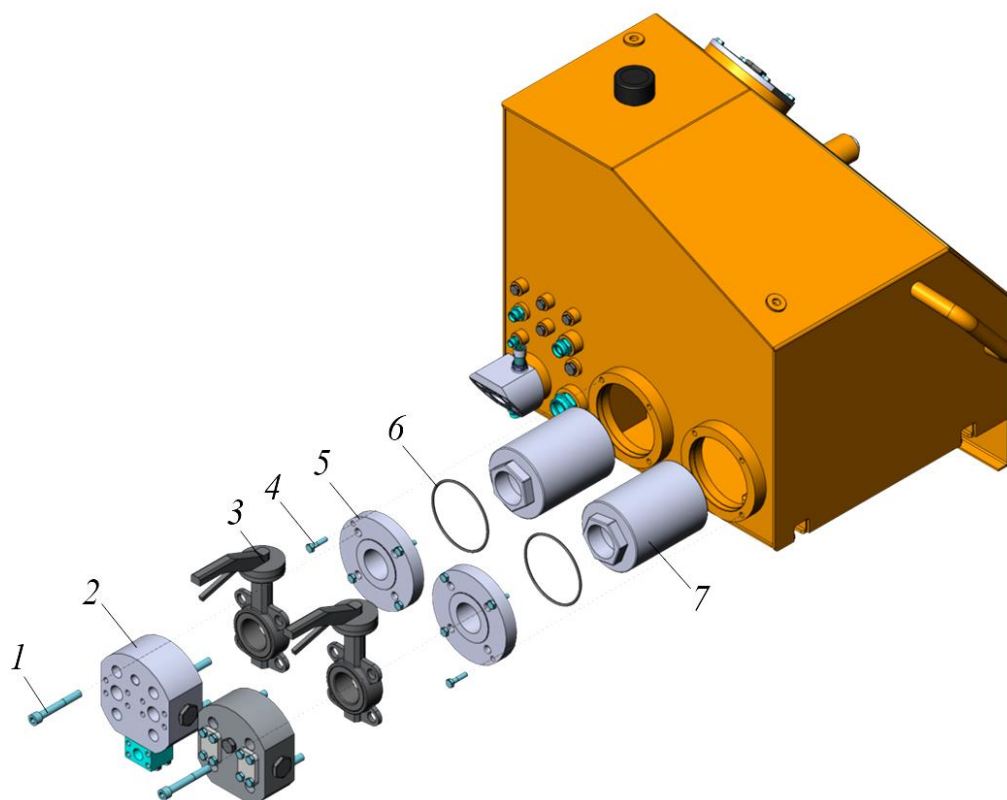

Рисунок 5.54. Процедура замены фильтра в линии всасывания
- ▶ Шестигранником  на 12 отвернуть крепежные винты 1 распределительных плит 2, рис. 5.54.
- ▶ Последовательно отвести в сторону распределительные плиты 2 с дисковыми затворами 3, обеспечив доступ к фланцам 5, рис. 5.54.
- ▶ Демонтировать фланцы 5 вместе с фильтрами 7, рис. 5.54.
- ▶ Установить новые фильтрующие элементы 7 с фланцами 5 в бак, рис. 5.54. Использовать оригинальные фильтрующие элементы производства ДСТ-УРАЛ.